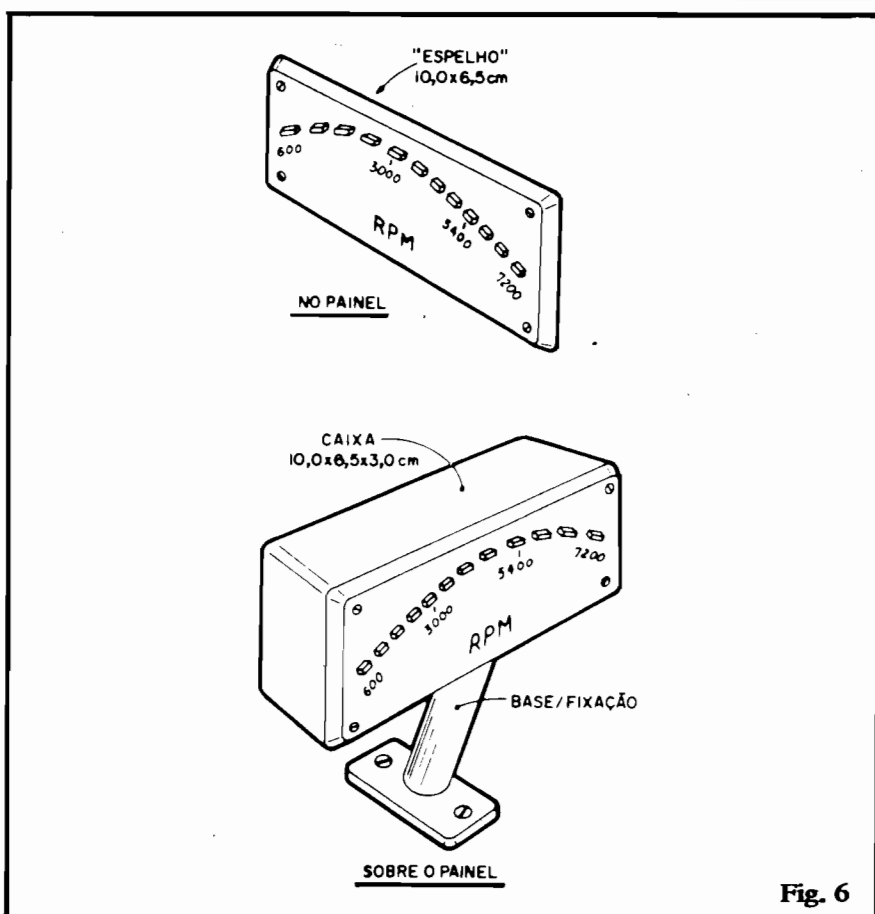

Fig. 6
- 1 - Caixa ou painel para acomodar a montagem. Esse item é totalmente dependente do tipo de acabamento e instalação finais pretendidas pelo montador (ver, adiante, a fig. 6).
- - Pedestais, bases e outros elementos de fixação para o escolhido painel ou caixa (ver, adiante, a fig. 6)
A "cara" final do COGIBA tem na fig. 6 duas sugestões básicas, nas quais o Leitor/Hobbyista poderá se inspirar (e, eventualmente, fazer algumas modificações, a seu gosto...). Na primeira opção, o circuito poderá simplesmente ser fixado atrás de um painel tipo "tapa-buraco" (encontrável em lojas de autopeças), com os 12 LEDs do "arco" passando por furinhos usinados no dito painel. A segunda idéia, mais sofisticada, consiste no "embutimento" do circuito numa pequena caixa plástica (dimensões mínimas indicadas na figura), obviamente também com o "arco" de LEDs sobressaindo de furinhos estrategicamente feitos no painel frontal, sendo o **container** dotado de um pequeno pedestal/base, para fixação **sobre** o painel do veículo (a